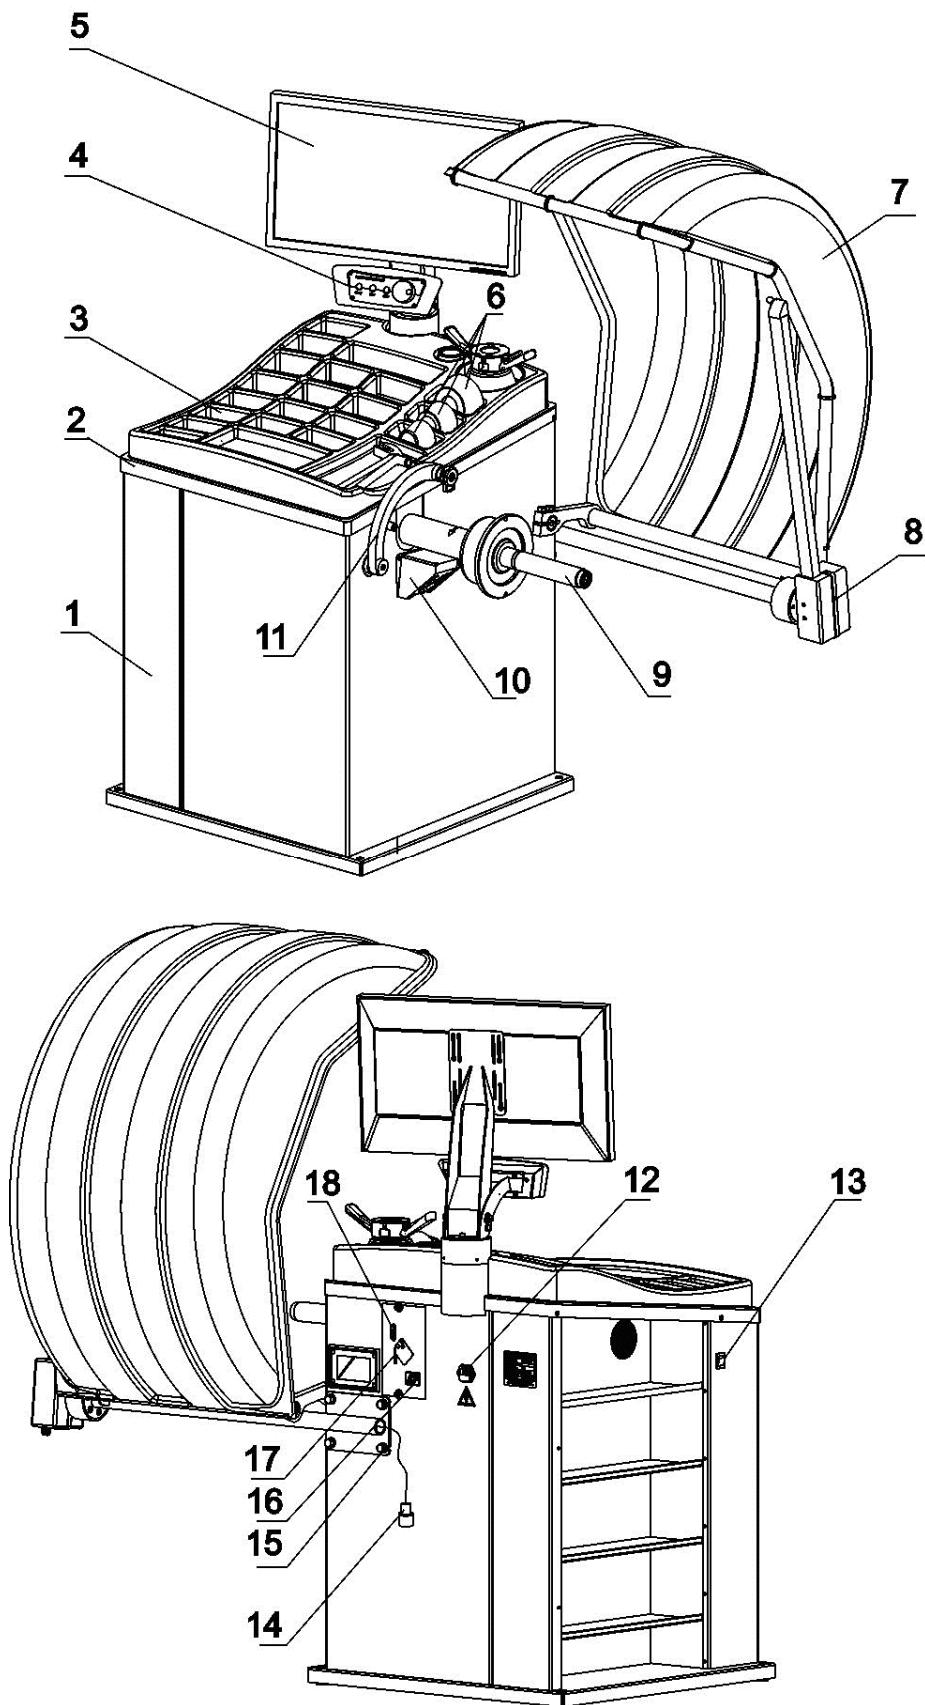

Рисунок 4.1
4.2.6 Закрепить вторую линейку 8 на корпусе с помощью 4-х болтов с шайбами 15 и подключить вилку линейки 14 к гнезду 16 (рисунок 4.1).
① При демонтаже для отключения разъема нажать на толкатель.
4.2.9 Подключить сетевой шнур к гнезду станка, расположенному на задней панели корпуса станка (рисунок 4.1), и к питающей сети, оборудованной розеткой с контактом